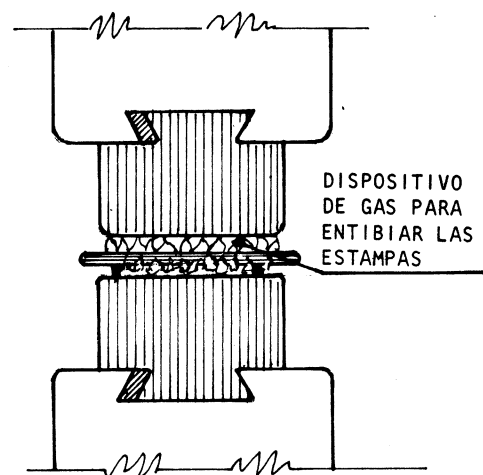

Fig. 2
- a Coloque el dispositivo de gas para precalentamiento (fig. 2).